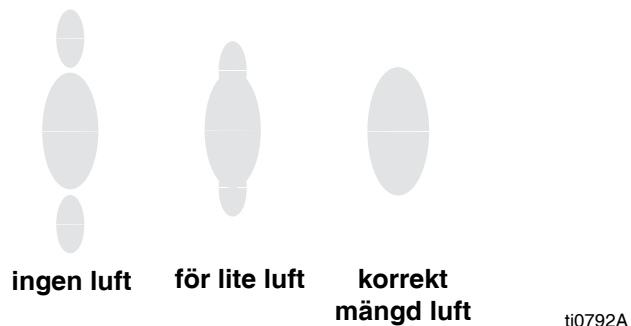

FIG. 7. Problem med sprutmönster
2. Se FIG. 7. Ställ in finfördelningslufttrycket till cirka 35 kPa (0,35 bar, 5 psi) vid aktivering. Kontrollera sprutmönstret och öka sedan lufttrycket sakta tills svansarna finfördelas helt och dras in i sprutmönstret. Överskrid inte 0,7 MPa (7 bar, 100 psi) lufttryck till pistolen.
3. Se FIG. 7. För ett smalare mönster vrider du mönsterjusteringsventilratten (AA) motsols (utåt). Öka lufttrycket till pistolen något eller använd en annan storlek på munstycket om mönstret fortfarande inte är tillräckligt smalt.